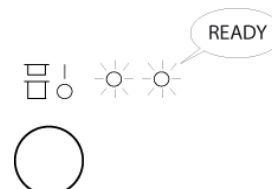

Fig.28
- La fase di riscaldamento termina quando s'illumina la spia luminosa sulla posizione "E" macchina pronta per il lavaggio. (Fig.28)